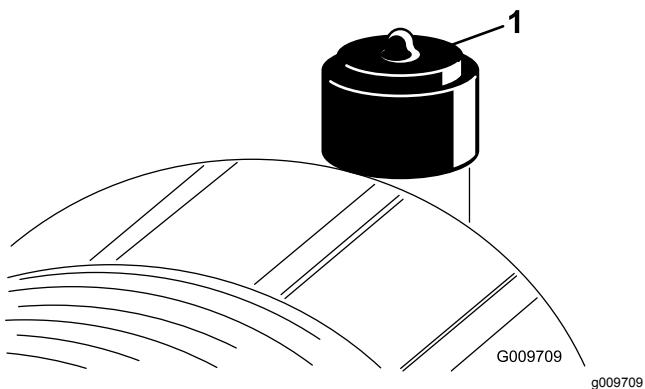

Figura 25
Revise el filtro del limpiador de aire únicamente cuando el indicador de mantenimiento (Figura 25) lo requiera. El cambiar el filtro antes de que sea necesario sólo aumenta la posibilidad de que entre suciedad en el motor al retirar el filtro.
6. Reinicie el indicador (Figura 25) si se ve rojo.